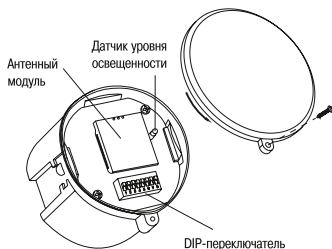

Рисунок 15 – Схема подключения датчика ДД-МВ601
5.6.3 Настройка параметров ДД-МВ601 производится DIP-переключателем, который находится под защитной крышкой. Для доступа к нему необходимо выкрутить винт и открутить по резьбе защитную крышку (рисунок 15).